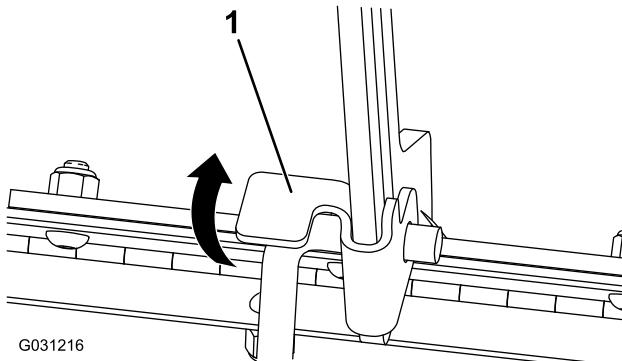

Figure 37
1. Tirez la languette de fixation de la bécuelle (Figure 37)